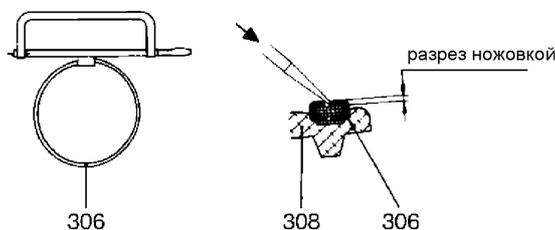

Рис. 2: Удаление шарнирного зажима:
- Снятие ротора и шарнира со стороны ротора выполняется после снятия статора (402). См. п. 7.2.1.1.
- Снять гайки (607) и стопорные шайбы с упругими зубцами (608), а также гайки (606).
- Снять всасывающий корпус (505) через ротор (401). При этом следить, чтобы не повредить обработанную с высокой точностью поверхность ротора.
- Снять уплотнение всасывающего корпуса (501).
- Распилить замок на шарнирном зажиме (306) ножовкой по металлу и разжать в обе стороны с помощью отвертки. Снять шарнирный зажим (306) с манжеты шарнира (308) (см. рис. 2).